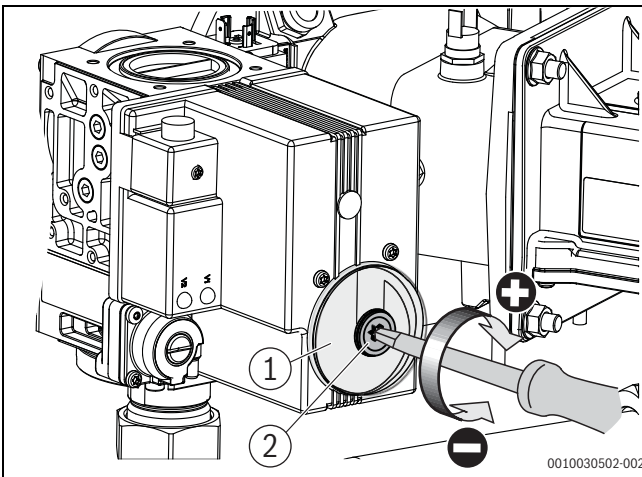

Fig. 16 Indstilling af O₂-indholdet ved fuldlast (kedelstørrelse 150 kW – 300 kW)
- ▶ Tag beskyttelseskappen på gasarmaturet af (→ fig. 16).
- ▶ Indstil O₂-værdierne på indstillingsskruen for fuldlast til 5,7 ± 0,4 % (→ fig. 16).